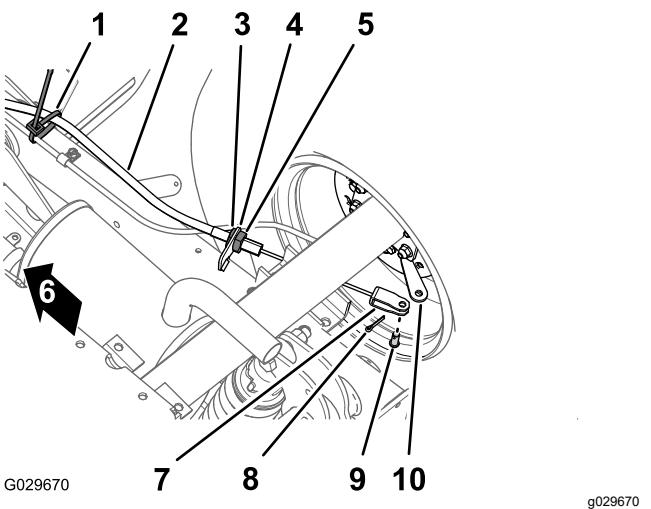

Figura 41
1. Sulla parte inferiore della macchina, rimuovete la fascetta per cavi che fissa il cavo del freno di stazionamento alla linea del freno di servizio (Figura 41).
2. Contrassegnate una striscia di rotazione sul controdado anteriore per il cavo del freno di stazionamento (Figura 41).
3. Allentate il controdado posteriore e rimuovete il cavo dalla staffa del cavo del freno (Figura 41).
4. Togliete la coppiglia e il perno con testa che fissano l'uncino del cavo del freno di stazionamento alla leva di azionamento del freno e separate il cavo dalla leva (Figura 41).
1. Disponete il regolatore filettato del cavo del freno di stazionamento sulla staffa del cavo del freno e l'uncino sulla leva di azionamento del freno (Figura 41).
3. Allineate il regolatore filettato del cavo del freno di stazionamento alla staffa del cavo del freno e serrate il controdado posteriore (Figura 41).